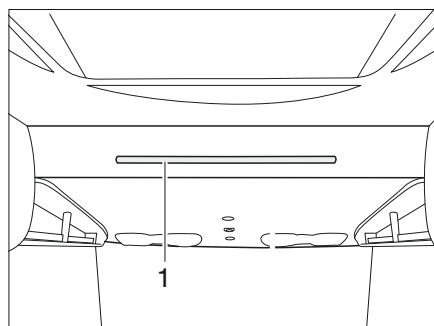

Bild 159 Höjbar säng, manuell
- Dra ner den höjbara sängen i handtaget (Bild 159,1) med båda händerna.
- Man fäster stegen med båda byglarna på stängen (Bild 159,1) på den höjbara sängen.